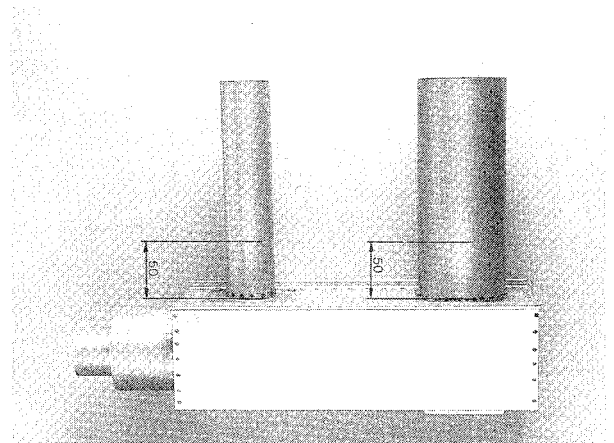

Bild 8 Kürzen von Verbrennungsluft- und Abgasstutzen
- Frischluft- und Abgasstutzen am Kasten auf je 50 mm kürzen (Bild 8).